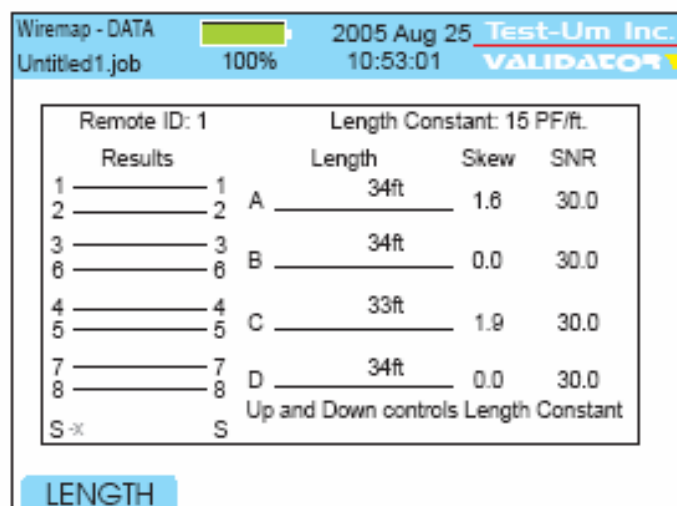

Figure 50 : Test manuel d'un câble de données
1. Pour déclencher une séquence de tests, sélectionnez le bouton **Cable Test**. Le plan de câblage et les résultats des mesures de longueur, de rapport SNR et de retard de propagation apparaissent (voir figure 50).